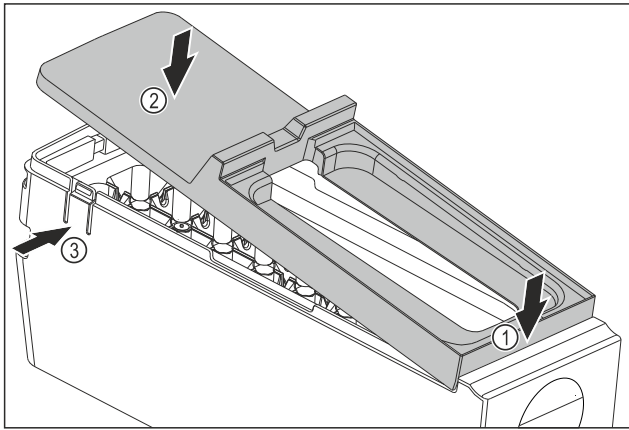

Fig. 108
- ▶ Szerelje fel az EasyTwist-Ice egység testének fedelét: Tegye fel előre a fedelet. Fig. 108 (1)
- ▶ Süllyessze le hátul a fedelet. Fig. 108 (2)
- ▶ A fedél hallhatóan bepattan mindkét fülbe Fig. 108 (3).